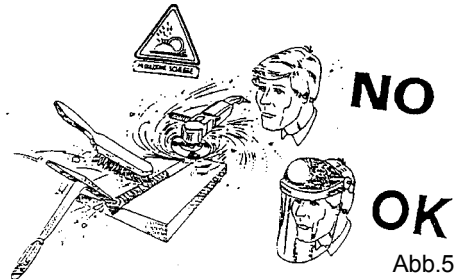

Abb.5
- Tragen Sie während der mechanischen Arbeiten des Schleifens, Bürstens, Hämmerns, usw. der geschweißten Teile, tragen Sie immer eine Schutzbrille mit transparenten Linsen, um die Beschädigung der Augen durch Splitter oder andere Fremdpartikel zu verhindern (Abb. 5).